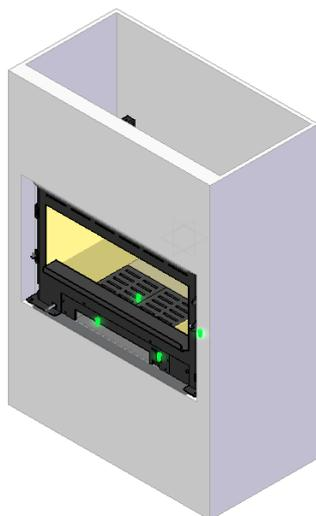

**Figure 13 - Distance entre l'équipement et la face de la plaque de plâtre ou de la maçonnerie**
11. Après avoir mis l'appareil en place, il doit y avoir une distance de 40 mm entre la face de la plaque de plâtre ou de la maçonnerie et la face avant de l'appareil, de sorte que lorsque vous poserez le cadre, il sera bien installé, Figure 13.